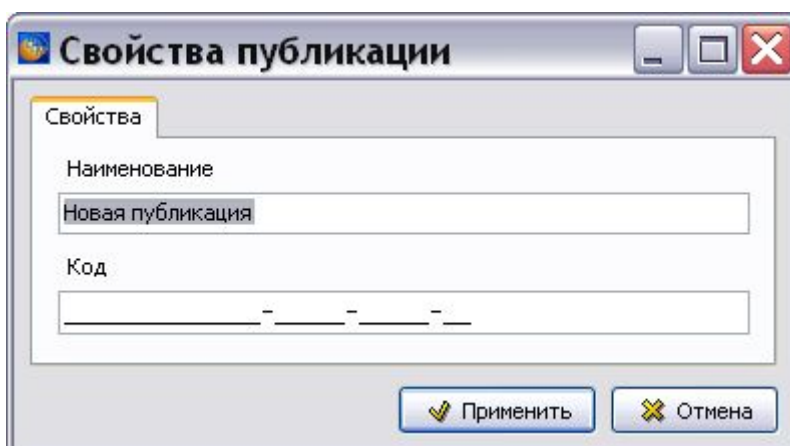

Рис. 8.28
3. Выделите созданную публикацию и нажмите на кнопку **Свойства элемента** . После этого откроется диалоговое окно **Свойства публикации** (Рис. 8.28).